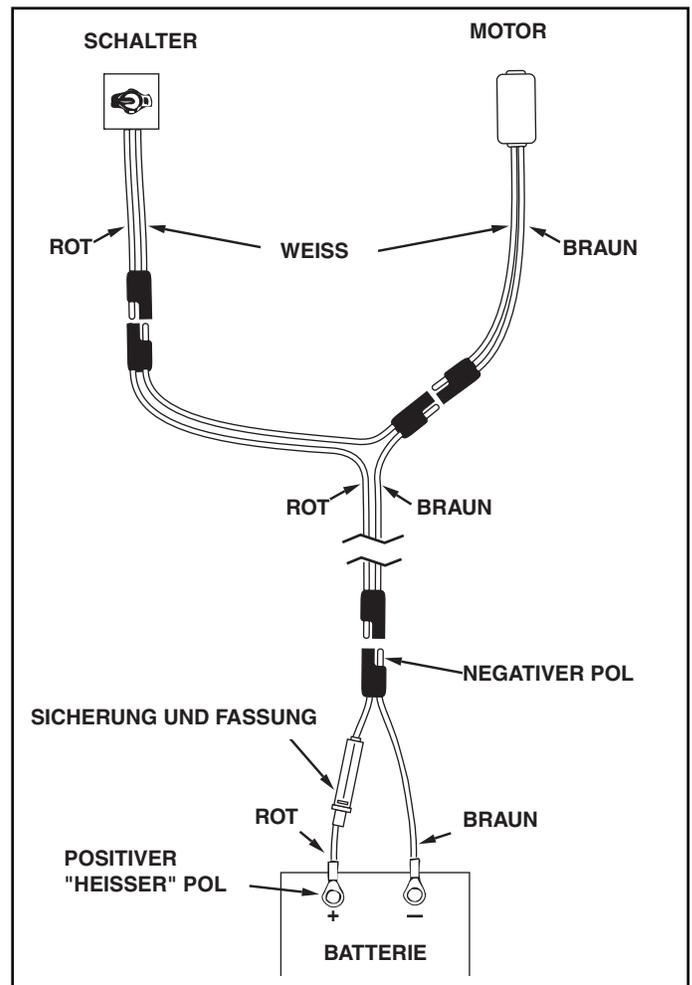

ABBILDUNG 13
19. Verbinden Sie den kurzen Kabelbaum (mit Sicherung) mit der Autobatterie, indem Sie den roten Draht am Pluspol und den braunen Draht am Minuspol der Batterie anschließen. Der Kabelbaum kann dauerhaft an der Batterie angeschlossen bleiben. Siehe Abbildung 13.
20. Verbinden Sie den langen Kabelbaum mit dem Streuer, indem Sie den rot/weißen Draht am Schalter und den braun/weißen Draht am Streuermotor anschließen. Siehe Abbildung 13.